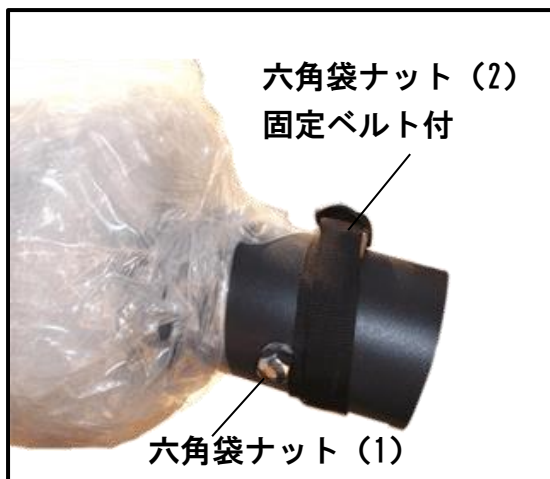

図.4
- ① パラソル本体 (A) 支柱底部の六角袋ナット (d) 2ヶ所を緩めて、取り外します。(図.4)